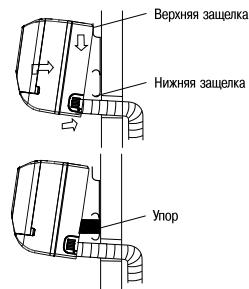

Рис. 8
- Для удобства монтажа можно поставить упор между блоком и стеной, как показано на рис. 8. После окончания всех подключений уберите его.